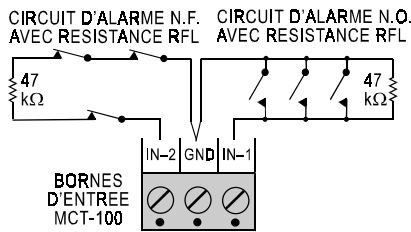

Figure 3. Exemple de raccordement avec résistances RFL
Si une entrée est définie en RFL, vous pouvez utiliser des contacts normalement ouverts (NO) ou des contacts normalement fermés (NF). La résistance RFL de 47 kΩ doit être reliée en fin de boucle comme montré en figure 3.